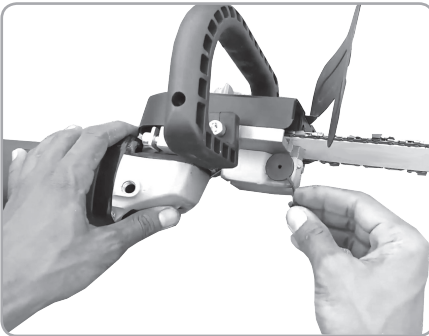

Fig.17
- Montați dopul rezervorului de ulei (9) conform Fig.17. Capacul dopului se va lăsa deschis ori de câte ori Adaptorul va fi pus în funcțiune pentru a asigura lubrifierea lanțului. La oprirea sculei trebuie să astupați orificiul din dopul rezervorului pentru a evita intrarea de impurități sau pierderea uleiului;